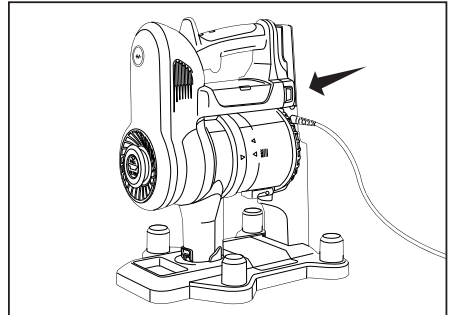

Fig. 2
1. Placez le corps principal sur la station de rangement/charge, en veillant à la connexion des points du corps avec la station de rangement/charge (Fig. 2).